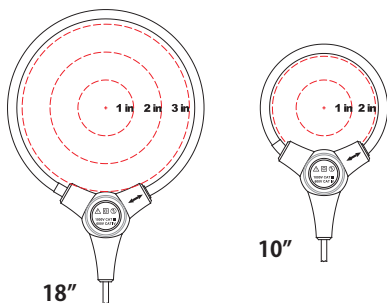

Figura 4 - Posicionamento e centralização da medição.
- **Posição de Sensibilidade:** Observar figura 4.